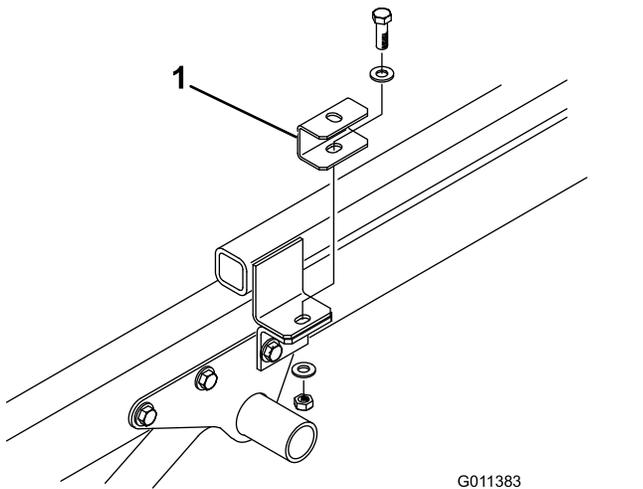

Figura 7
4. Fixe um espaçador de montagem ao topo de cada patilha de suporte de engate com parafuso, 2 anilhas de cabeça chata e a porca de bloqueio previamente removidos (Figura 7).
6. Posicione a máquina no chassis do veículo Workman, alinhando os orifícios nos suportes de montagem traseiros com os orifícios em cada lado do chassis (Figura 7).